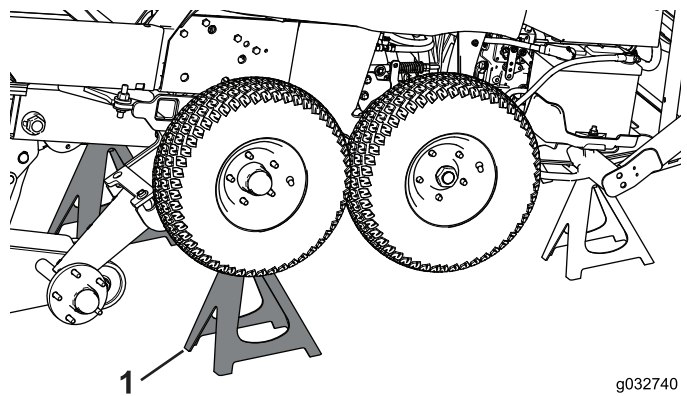

Figura 89
5. Utilice gatos fijos para apoyar el bastidor de invierno (Figura 89).
6. Retire las ruedas delanteras (Figura 89).